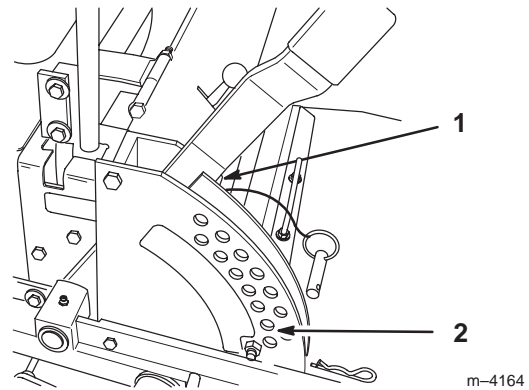

Figure 61
4. Relevez le plateau de coupe en position de transport et détendez les deux grands ressorts de levage du plateau en desserrant l'écrou situé devant chaque ressort (Fig. 61).
5. Placez deux cales de 38 mm (1-1/2") d'épaisseur sous le bord inférieur arrière gauche et droit de la tondeuse. Placez une cale de 57 mm (2-1/4") sous le bord inférieur central avant de la tondeuse. Sélectionnez la hauteur de coupe de 51 mm (2") (Fig. 61).
1. Déplacez le levier de relevage du plateau de coupe à la position de transport (Fig. 61).